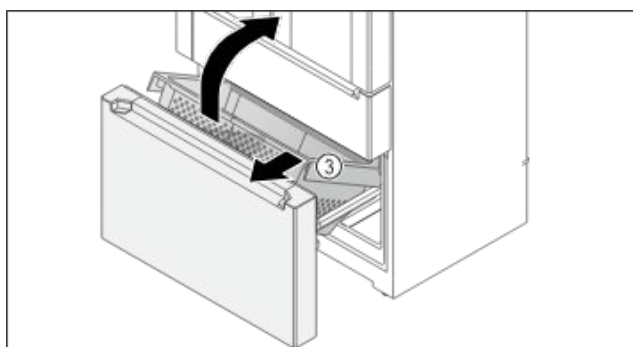

Fig. 144
- Bak Fig. 144 (3) aan de voorkant iets optillen.
- Bak Fig. 144 (3) schuin naar voren wegnemen.